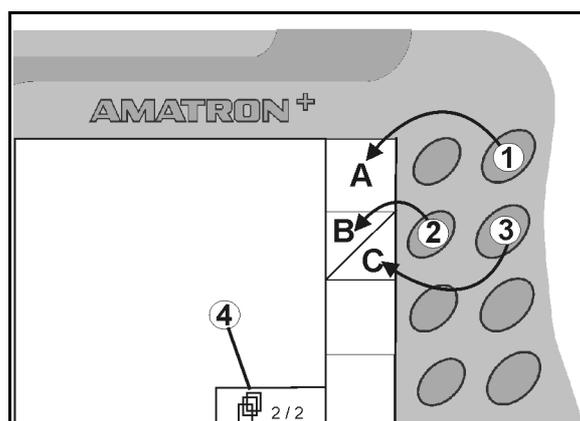

Fig. 7
- Lorsque le champ n'est pas barré, seule la touche droite (Fig. 71) est affectée à celui-ci (Fig. 7/A).
- la touche de gauche (Fig. 7/2) est affectée à la partie du champ située en haut à gauche (Fig. 7/B).
- la touche de droite (Fig. 7/3) est affectée à la partie du champ située en bas à droite (Fig. 7/C).
<ul style="list-style-type: none"> <li>• passage aux pages de menu suivantes (possible uniquement lorsque le symbole (Fig. 7/4) s'affiche à l'écran)• menu d'apprentissage de la poignée multifonctions</li> </ul>